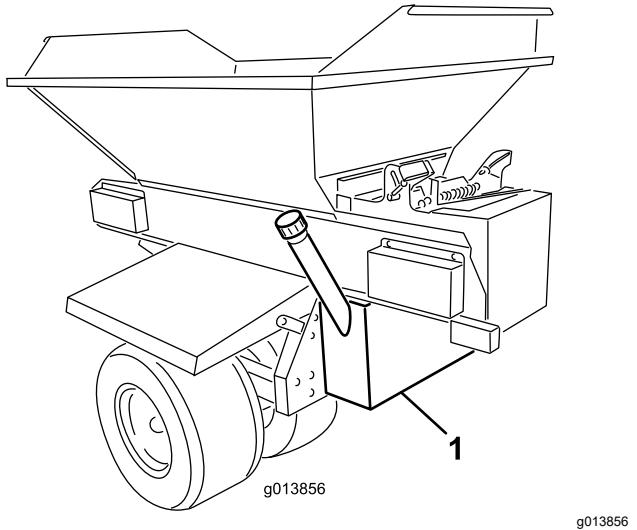

Figura 1
6. Sostenete da sotto il serbatoio idraulico e posizionate lo contro la parete posteriore dello chassis. Il serbatoio dovrebbe essere centrato in modo uniforme da sinistra a destra e posizionato verticalmente (Figura 1).